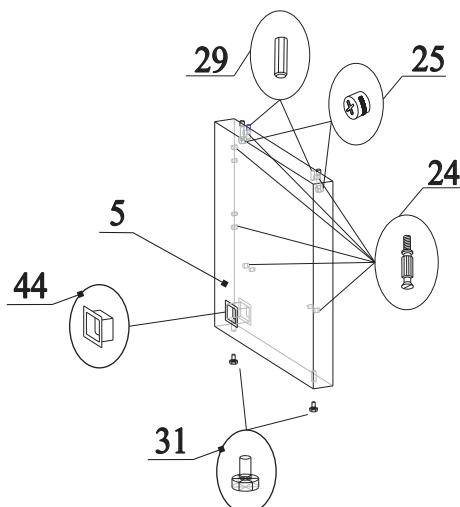

Рис.6
12. В муфты на детали 5 вкрутить дюбеля 24 (рис.6);
13. В отверстия на детали 5 вставить эксцентрики 25 стрелками к торцевым отверстиям (рис.6);
14. В торец детали 5 вставить шканты 29 (рис.6);
15. В муфты на нижнем торце детали 5 вкрутить опору 31 (рис.6);
16. Вставить с обоих сторон лючок 44 (рис.6);